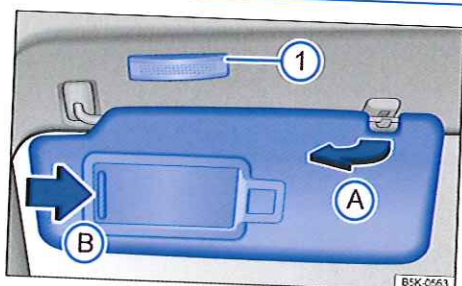

Fig. 103 Dans le ciel de pavillon avant : pare-soleil
- Retrait du support et pivotement vers la porte ⇒ fig. 103 (A).